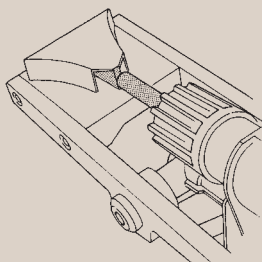
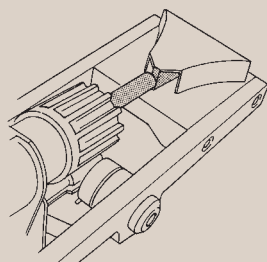

Fig. 3
Fig. 4
- 2) Check the right hand and the left hand alignment of the deflector with the gauge as shown in Fig. 3 and Fig. 4 by flipping the drive arm from side to side acting on the part circle lever to flip the arm.
- 2) Durch Betätigen des Wendehebels die Fluchtung des Ablenkens mit der Lehre auf beiden Seiten, wie in Fig. 3 und Fig. 4 dargestellt, überprüfen.
- 2) Controllare l'allineamento tra deflettore e dima su entrambi i lati, come da Fig. 3 e Fig. 4, azionando la leva settore per esporre i singoli lati.
- 2) Contrôler l'alignement côté gauche et côté droit du déflecteur avec le calibre comme indiqué sur les Fig. 3 et 4, en faisant basculer le bras oscillant de part et d'autre à l'aide du levier d'inversion.
- 2) Compruebe la alineación del lado izquierdo y derecho del deflector con el calibrador como indicado en las Fig. 3 y 4, haciendo bascular el brazo oscilante por las dos partes con la palanca de inversión.
- 2) Verifique o alinhamento direito e esquerdo do defletor com o uso do calibrador, conforme mostrado nas fig. 3 e 4; faça oscilar o balancim de um lado para outro, movimentando manualmente a haste do dispositivo setorial do aspersor.